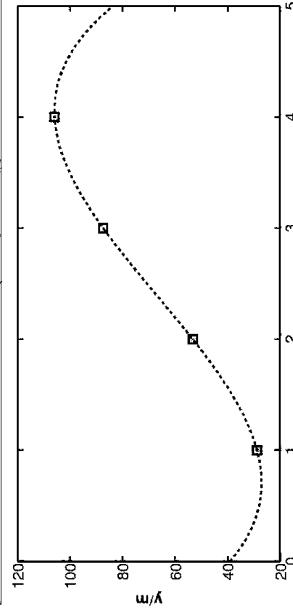

Bild 2: Ergebnis der Newton-Interpolation
- In Bild 2 sehen Sie den Plot des resultierenden Polynoms aus b). Wieso widerspricht dieses Ergebnis der Annahme, das Auto würde konstant beschleunigen? (1 Punkt)